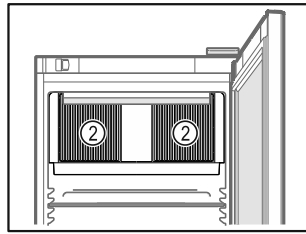

Fig. 76
- ❑ Ne pas obstruer les fentes d'aération Fig. 76 (2) du ventilateur de circulation d'air à l'intérieur de l'appareil.